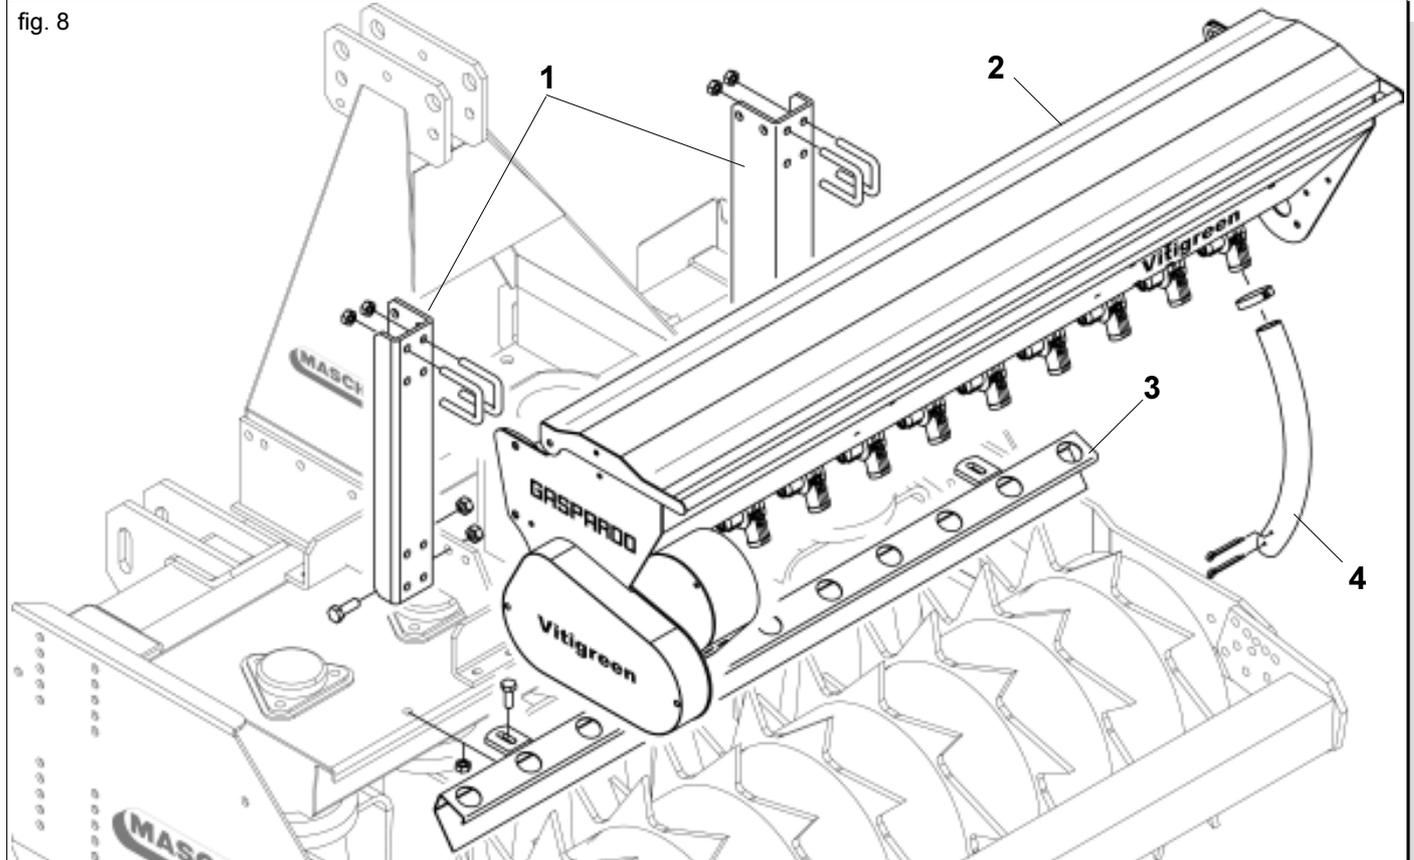

fig. 8
- 3) Fissare sull'attrezzatura la barra "sparpagiatrice" (3 Fig. 8).
- 4) Collegare con i tubi di caduta (4) la tramoggia alla barra "sparpagiatrice" (3 Fig. 8).